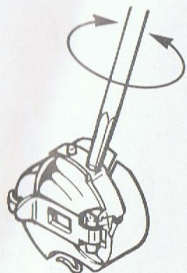

Abb. 17
14. Regulierung der Unterfadenspannung (Abb. 17)